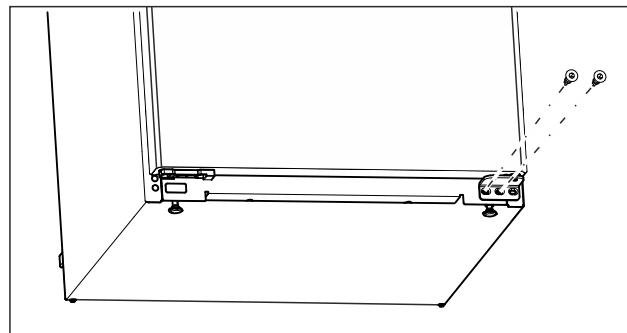

Fig. 10
- Відкрутіть середній гвинт на нижньому опорному кронштейні за допомогою викрутки Torx 20. (див. Fig. 10)
- Відкрутіть внутрішній гвинт на нижньому опорному кронштейні за допомогою викрутки Torx 20. (див. Fig. 10)